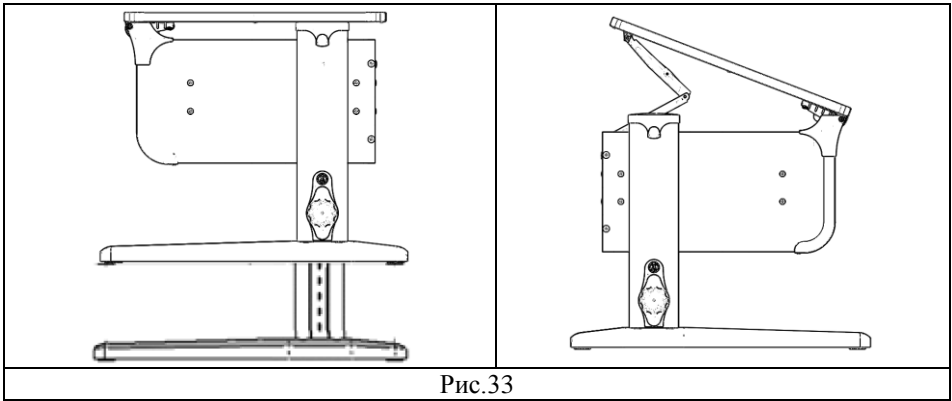

Рис.33
6.2. Для удобства эксплуатации потребителями различных возрастных групп стол имеет возможность ступенчатой регулировки столешниц по высоте и углу наклона (см. рис. 33).